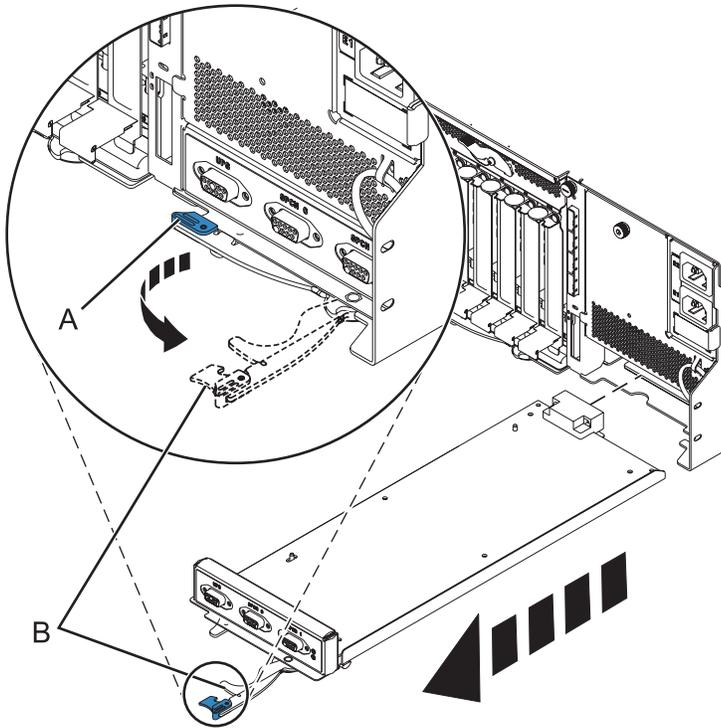

Abbildung 56. Gehäuse-Management-Controller ausbauen
- b. Drücken Sie die Verriegelung (A) zusammen, um den Griff (B) zu entriegeln. Siehe Abb. 56 auf Seite 74.